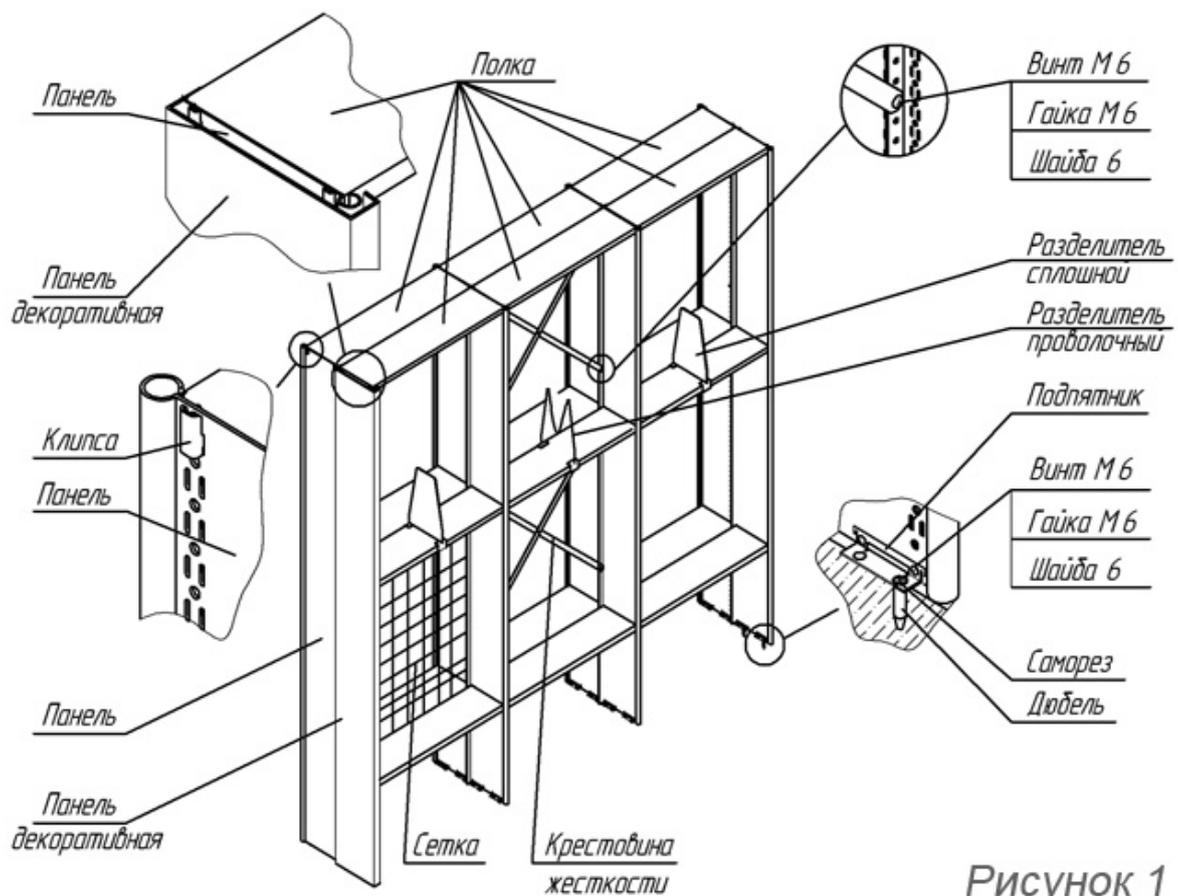

Рисунок 1
4.1 В нижней части каждой панели установите с внутренней стороны по два подпятника (см. рис.1) при помощи двух винтов М6х16, двух гаек М6 и двух шайб 6.
4.3 Установите на панелях на выбранном уровне клипсы (см. рис.1).
4.4 Одну панель поставьте вертикально и установите вторую на расстоянии длины полки от первой (см. рис.1).
4.5 Возьмите полку и опустите одну её сторону на клипсы до упора в первой панели (см. рис.1 и рис.3), а затем с усилием нажмите на противоположный край полки до полного зацепления с клипсами второй панели.
4.8 Установите крестовины жёсткости с помощью винтов М6х16 гаек М6 и шайб 6 согласно схеме (см. рис. 1 и рис. 5).
4.10 Установите стеллаж, согласно планировке, закрепив его через подпятники с помощью саморезов с дюбелями, входящими в комплект поставки (отверстия в полу сверлить по предварительной разметке – см. рис. 1).
4.12 При правильной сборке у Вас получится стеллаж как на рис. 1.